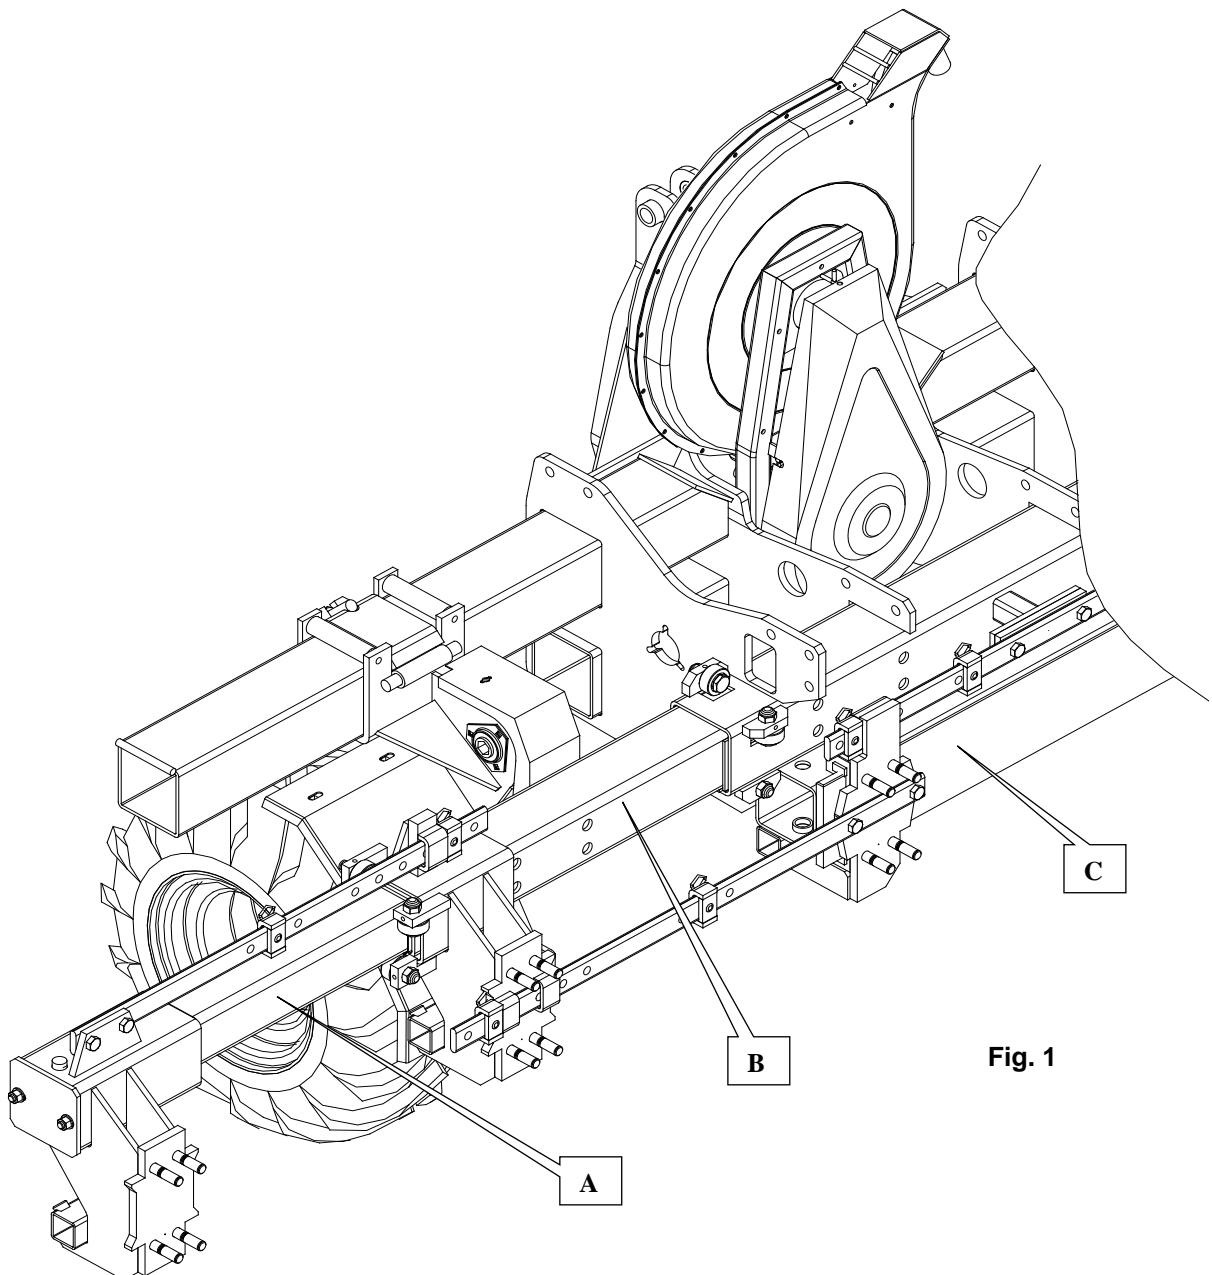
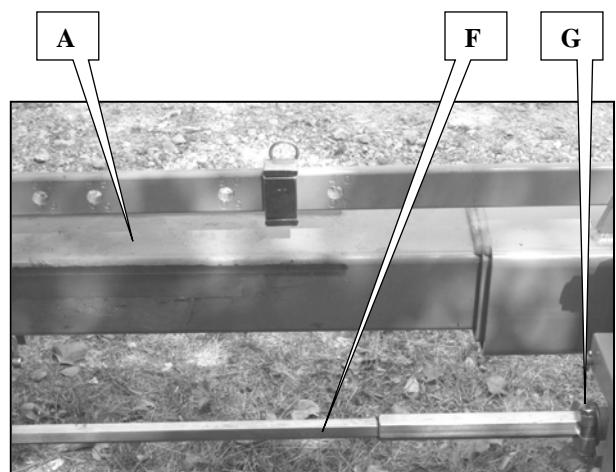

Fig. 1
Fig. 3
- 2 - Togliere il carter dalla cinghia (E fig. 3).
- 3 - Allentare le 4 viti del piano (B fig. 1) senza smontarle.
- Graisser légèrement les parties télescopiques (A et B fig. 1 et 3), les glissières des éléments n°3 et n°4 (C fig.1 et 2) et les arbres 6 pans (F fig. 3).
- Contrôler le serrage des bagues d'arbre 6 pans G (fig. 3).
- Lightly grease the telescopic sections (A et B fig. 1 and 3), the metering unit 3 and 4 runners (C fig.1 et 2) and the hexagonal shafts (F fig. 3).
- Check the tightness of the hexagonal shaft rings G (fig. 3).
- Die teleskopischen Partien (A und B Abb. 1 und 3), die Gleitschienen der Elemente Nr 3 und Nr 4 (C Abb.1 und 2) und die sechsseitigen Wellen (F Abb. 3) leicht schmieren.
- Kontrollieren, dass die sechsseitigen Wellenringe G fest sitzen (Abb. 3).